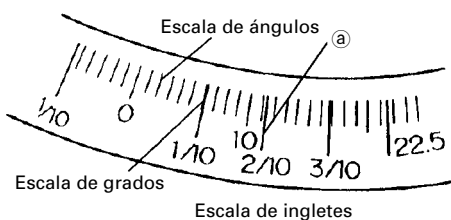
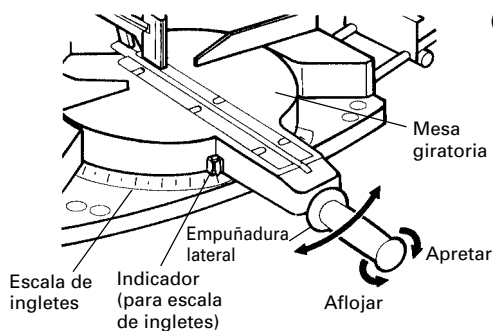

Fig. 24
Fig. 26
(1) Afloje la empuñadura lateral y ajuste la mesa giratoria hasta que el indicador quede alineado con el valor deseado de la escala de ingletes (Fig. 26).
(2) Vuelva a apretar la empuñadura lateral para asegurar la mesa giratoria en la posición deseada.
(3) La escala de ingletes (Fig. 24) indica tanto el ángulo de corte de la escala de ángulos como el gradiente en la escala de ángulos.
- (5) Por lo tanto, para cortar una pieza de trabajo con un grado de 2/10, ajuste el indicador a la posición ③ como se indica en la Fig. 24.